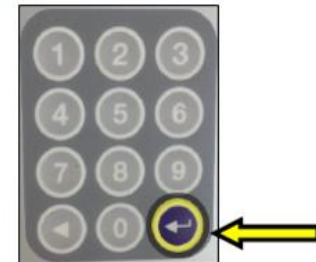

рис. 5
5. Нажмите левую стрелку (рис. 5).